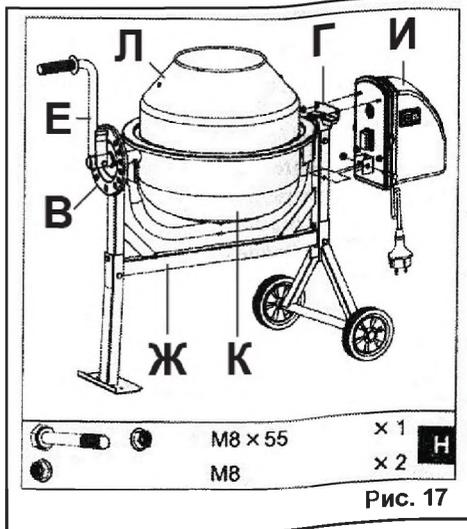

Рис. 17
Закрепите скобу электродвигателя в сборе (И) к раме (Ж), со стороны задней стойки (Д) (Рис. 5), с одной стороны болтом М8х55 и гайкой М8 с другой стороны (Рис. 17).
7.2. Выставьте ёмкость бетономесителя на выбранный угол диска фиксирующего (В) (Рис. 17). Для этого, преодолевая